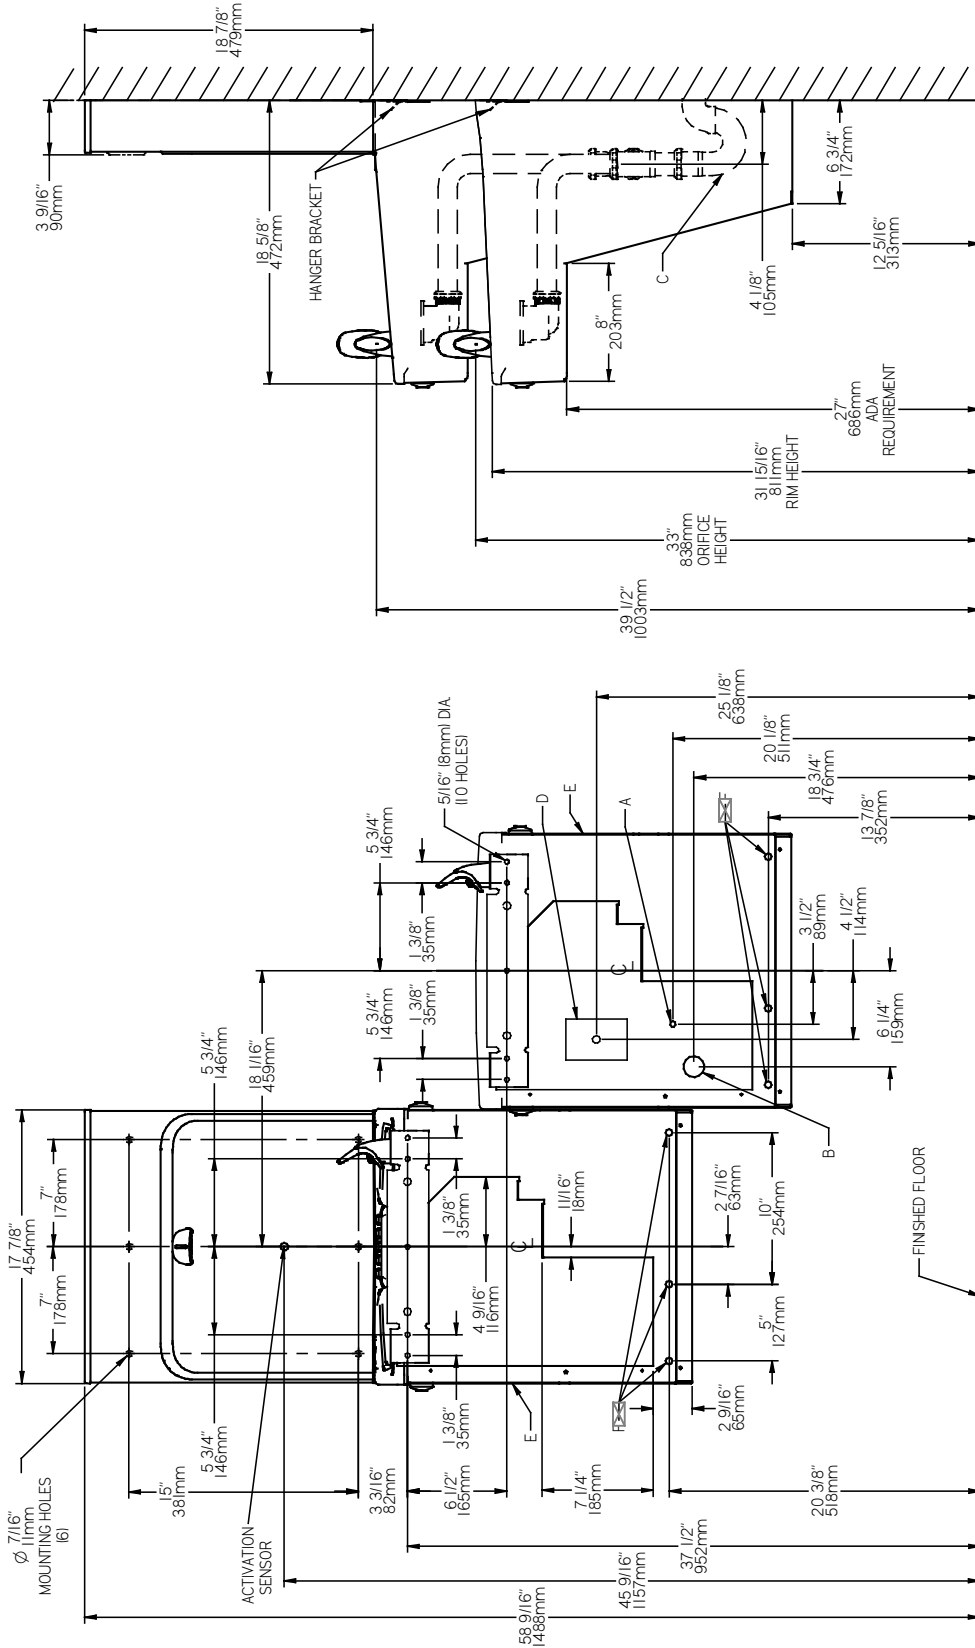

Fig. 2
- 1) Remove hanger bracket fastened to back of cooler by removing one (1) screw.
- 2) Mount the hanger bracket and trap as shown in Figure 2.
- 1) Quite el fijador de suspensión sujetados a la parte posterior del enfriador quitando un (1) tornillo.
- 2) Monte el fijador de suspensión y quite el purgador como se muestra en la Fig. 2 y 3.
- 1) Retirez le support de suspension à l'arrière du refroidisseur en enlevant une (1) vis.
- 2) Installez le support et le siphon tel qu'indiqué à la fig. 2 et 3.